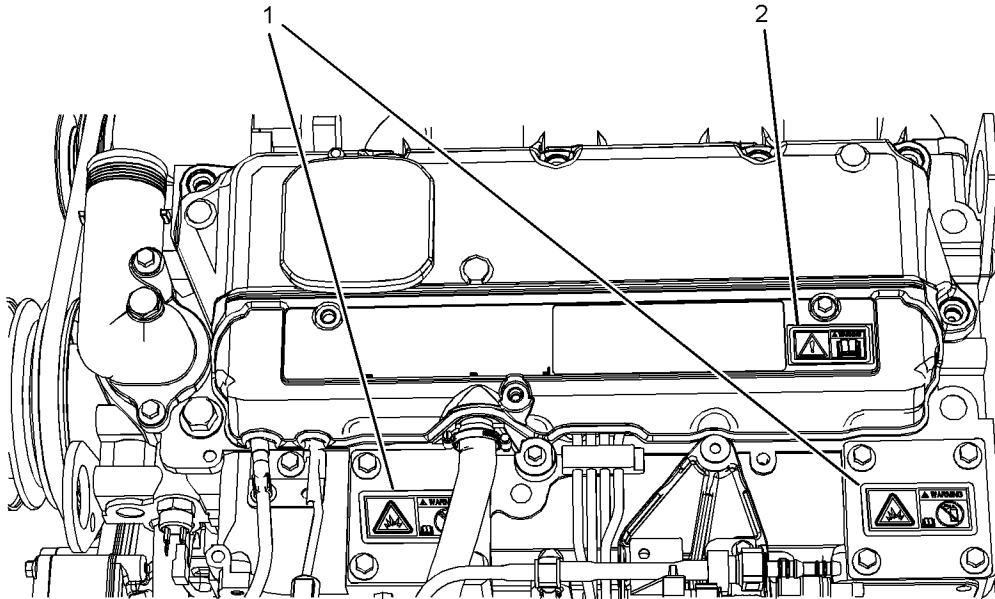

Ilustración 2
La etiqueta de Advertencia Universal (2) está ubicada en el lado izquierdo de la tapa del mecanismo de válvulas. Vea la ilustración 2.
La etiqueta de advertencia de éter (1) está ubicada en la tapa del múltiple de admisión. Vea la ilustración 2.